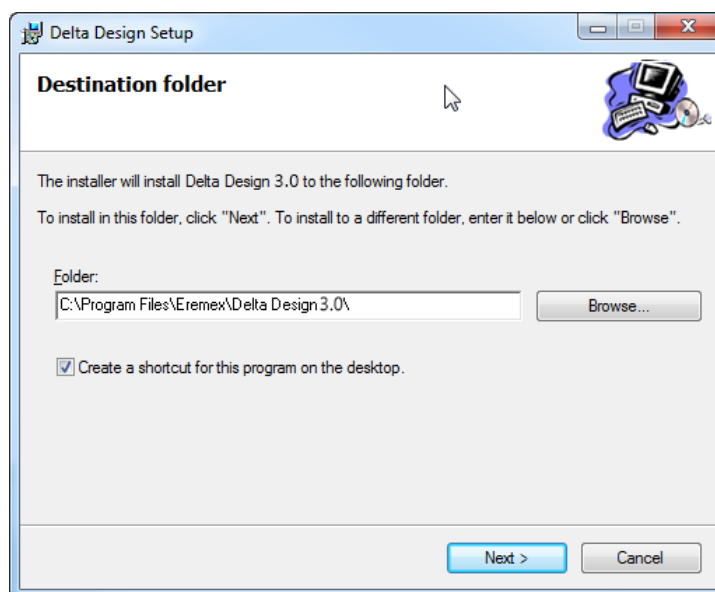

Рис. 3 Выбор папки для размещения системы
3. Выберите путь (папку), по которому будут размещены файлы системы, см. Рис. 3. Для создания ярлыка запуска Delta Design на рабочем столе отметьте флажком поле «Create a shortcut for this program on the desktop». Для перехода к следующему этапу установки нажмите кнопку «Next».